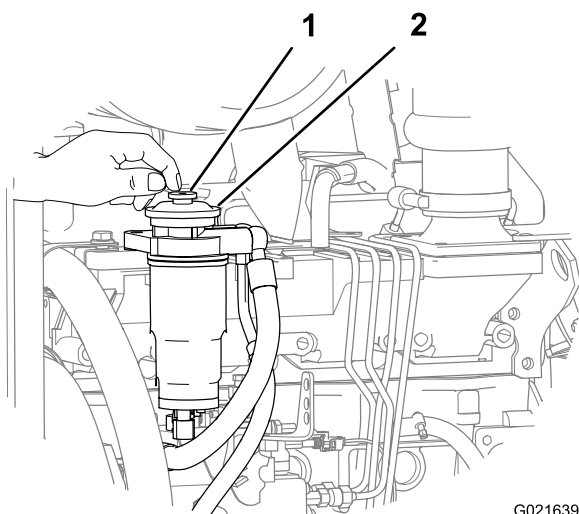

Рисунок 57
4. Найдите кнопку прокачки в верхней части переходника топливного фильтра тонкой очистки (Рисунок 57).
5. Нажимайте и отпускайте кнопку прокачки повторно, пока не почувствуете сопротивление при ее нажатии (Рисунок 57).